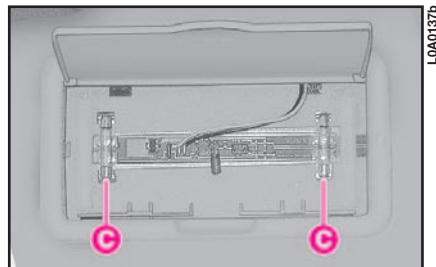

fig. 39
3) Rimuovere le lampade **C** (fig. 39) svincolandole dai contatti laterali e sostituirle.